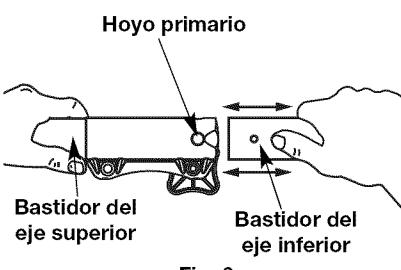
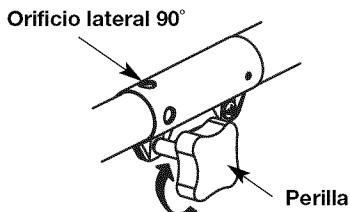

Fig. 6
Fig. 7
1. Gire la perilla en sentido antihorario para aflojarla (Fig. 7).
3. A la vez que sujetas la caja del eje superior, tire del accesorio de corte o cualquier otro accesorio recto hacia afuera del acoplador Convertible™ (Fig. 6).
PRECAUCIÓN: Antes operar esta unidad, está seguro que el botón de la liberación es chasqueado completamente en el hoyo primario (Fig. 6), y que la perilla (Fig. 7) es apretado firmemente.
2. A la vez que sostiene firmemente el accesorio de corte u otro accesorio, empújelo derecho hacia el interior del acoplador Convertible™ hasta que el botón de desconexión encaje sólidamente en el orificio principal (Fig. 6).
3. Gire la perilla en sentido horario para ajustarla (Fig. 7).
Para realizar recortes decorativos con el accesorio de corte de cabezal de línea u otro accesorio, trabe el botón de desconexión del accesorio de corte u otro accesorio en el interior del agujero de 90° (Fig. 7).